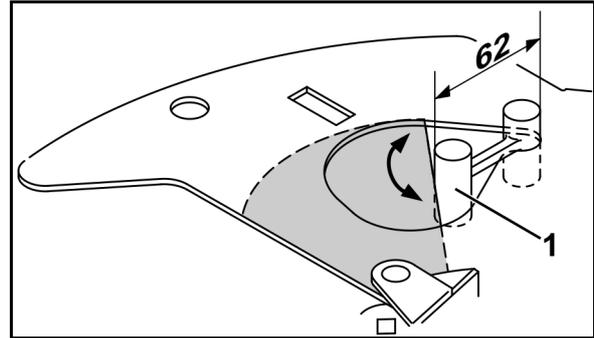

Fig. 8
2. Introducir el calibrador de ajuste (Fig. 8/1) con un extremo en el tope de la abertura de paso.